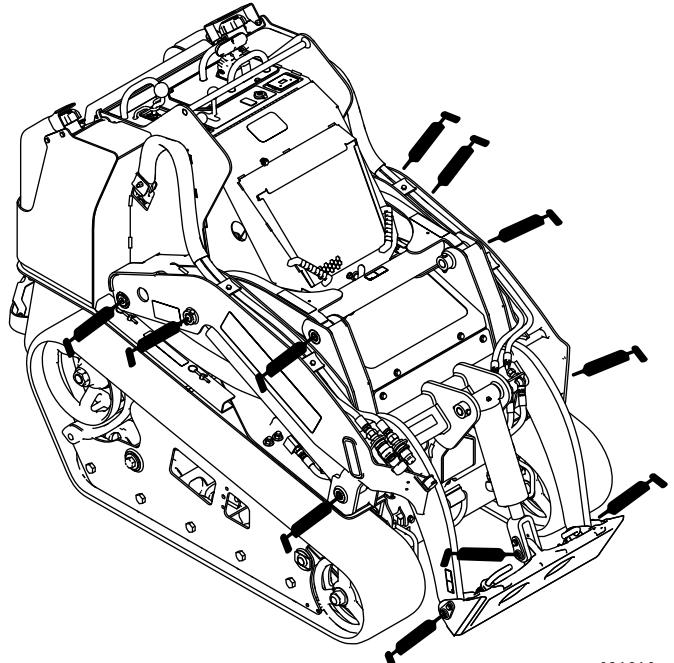
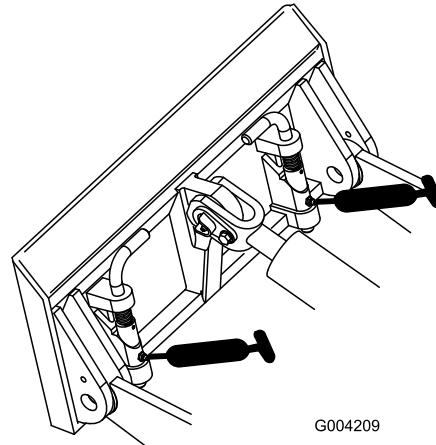
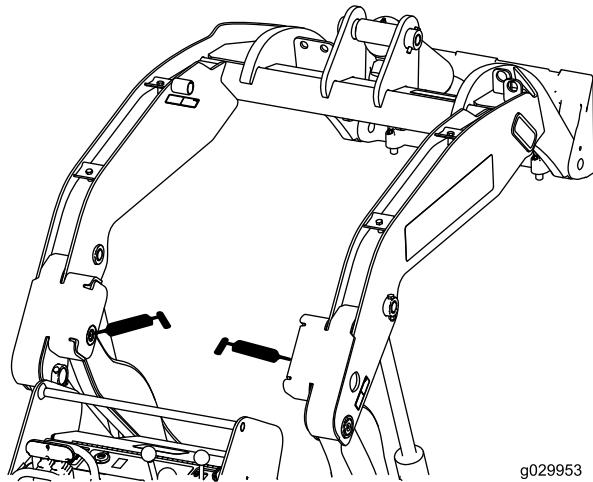

Figure 44
Figure 45
Figure 46
3. Raccordez une pompe à graisse à chaque graisseur (Figure 44, Figure 45 et Figure 46).
**Remarque:** Élevez les bras de la chargeuse avant de graisser les graisseurs ; voir la Figure 46.